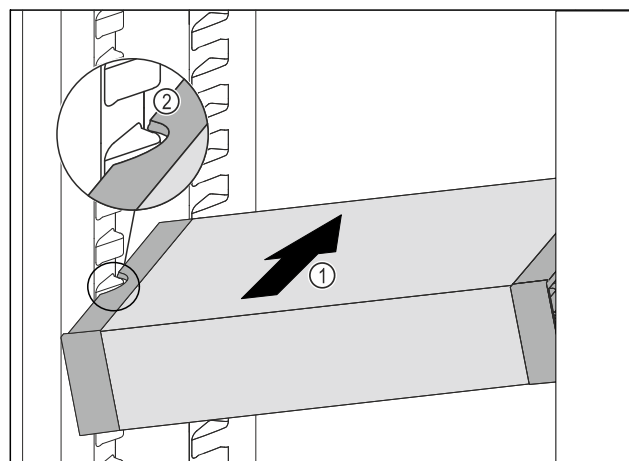

Fig. 98
- ▶ VarioSafe zasúvajte šikmo do chladničky Fig. 98 (1), kým sa bočné vybrania Fig. 98 (2) VarioSafe nebudú nachádzať vo výške rebra nádoby v chladničke.